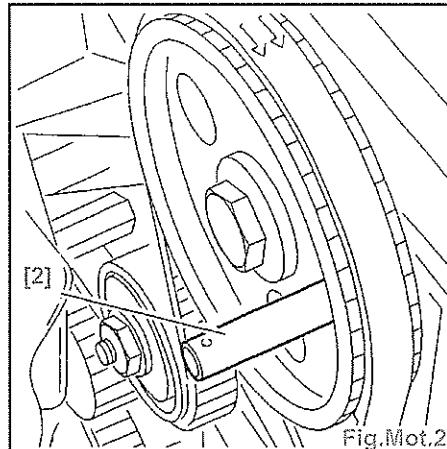

Fig.Mot.2
- Piger le pignon d'arbre à cames à l'aide de la pince [2] (Fig.Mot.2).